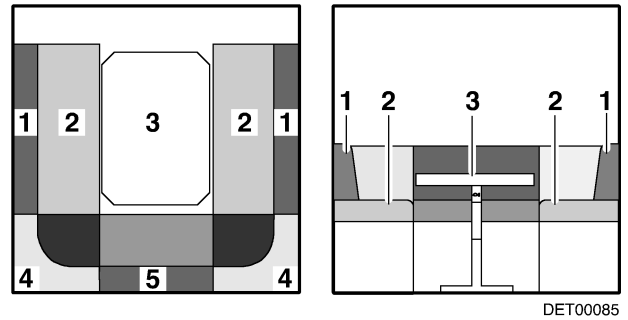

Bild 79 Vor dem Umbau
- Tisch (Bild 79,3) zum Bettunterbau umbauen (siehe Abschnitt 7.7.2).